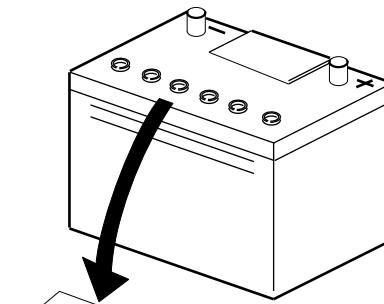

図 5
- バッテリーの上部をきれいに拭い、キャップを取り外す (図 5)。